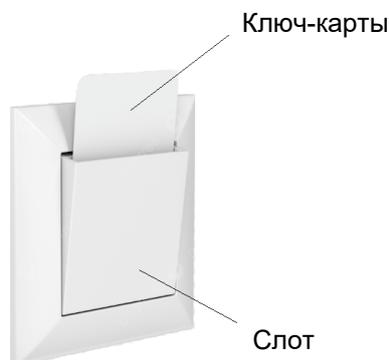

Рис.1.8
- Слот для ключа-карты (см рис.1.8) является универсальным и приобретается Заказчиком у дистрибьютора или самостоятельно
• ОПИСАНИЕ КНОПОК И РЕЖИМОВ РАБОТЫ КОНДИЦИОНЕРА (см рис.1.8)